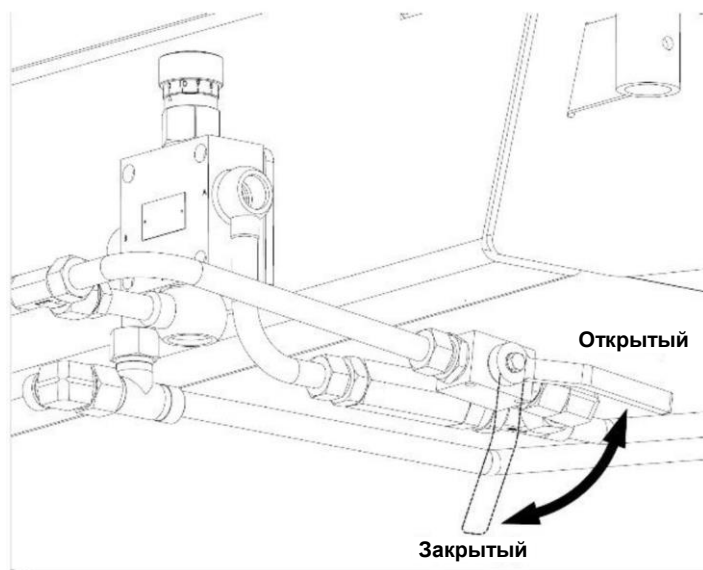

Рисунок 18. Клапан, блокирующий движение напольного конвейера назад
- 2) Переведите рычаг запорного клапана в положение «открыто» - рис. 18.